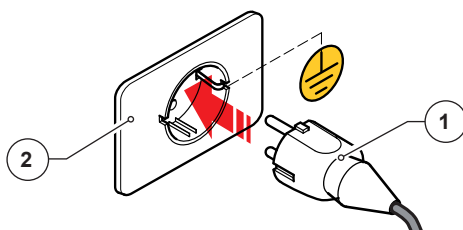

Abb. 9
- Stecken Sie den Stecker des Stromversorgungskabels (Abb. 9 Det. 1) in die am Einsatzort vorgesehene Steckdose (Abb. 9 Det. 2);